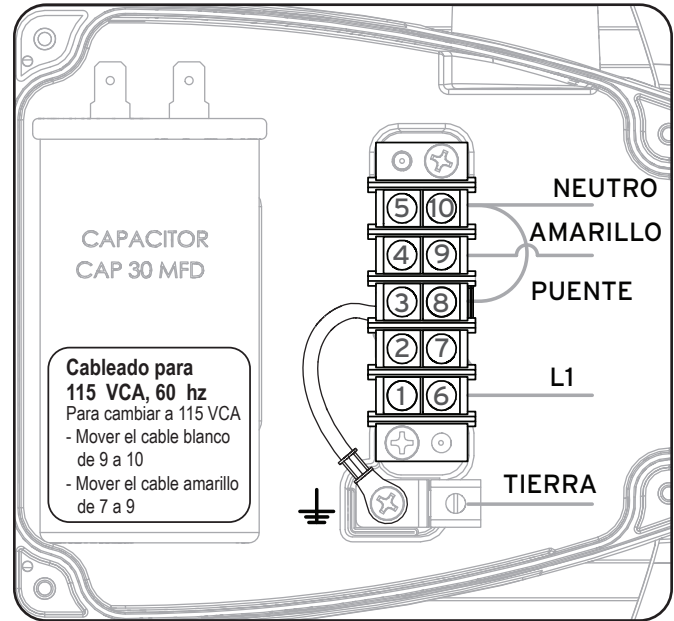

Figura 6. Cableado de fábrica para 115 VCA
3. Vuelva a conectar el cableado de fábrica y coloque los cables del suministro de alimentación según la Figura 6.
4. Fije el conducto flexible al puerto de conexión del conducto con un codo de ½" o una conexión similar. Consulte la Figura 6. Tenga cuidado de no dañar ni desgastar ninguno de los cables.